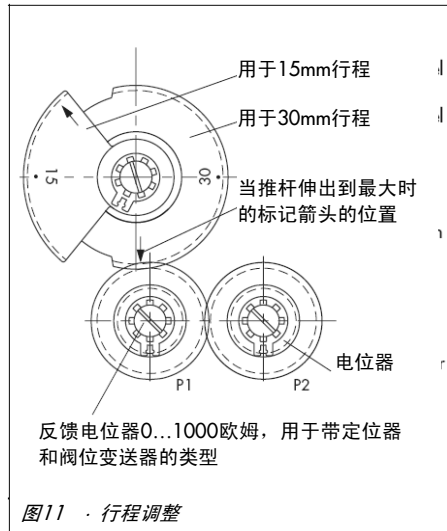

图11 · 行程调整
3. 转动扇形齿轮对应到控制阀的额定行程(15 或 30mm), 使标记箭头对齐所在的齿轮(图 11)。
4. 根据控制阀的行程（15 或 30mm）扭转其轴相关的齿轮部分，直到箭头标记指向啮合齿轮（图 11）。
根据执行机构的类型，执行机构可以配置一到两个电位器（图 11）。带有阀门定位器的执行机构需要一个电位器（P1）用于内部阀位反馈，其电阻值不能用作外部信号。
2. 根据控制阀的额定行程，绕轴转动 15 或 30mm 扇形齿轮，直至箭头标记位于齿轮啮合点上方为止（图 11）。